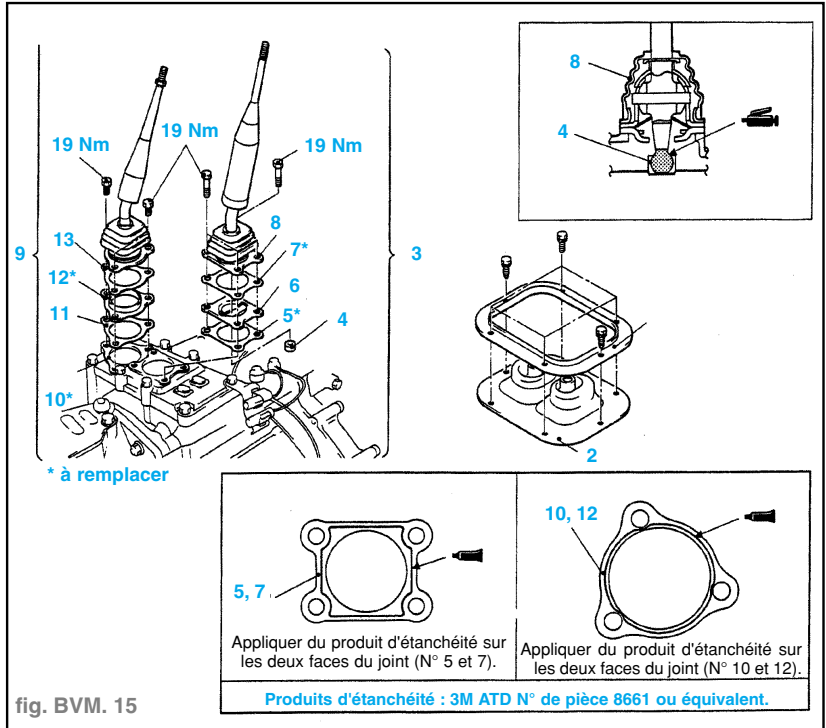

fig. BVM. 15
- Procéder à la dépose dans l'ordre suivant (fig. BVM. 15)